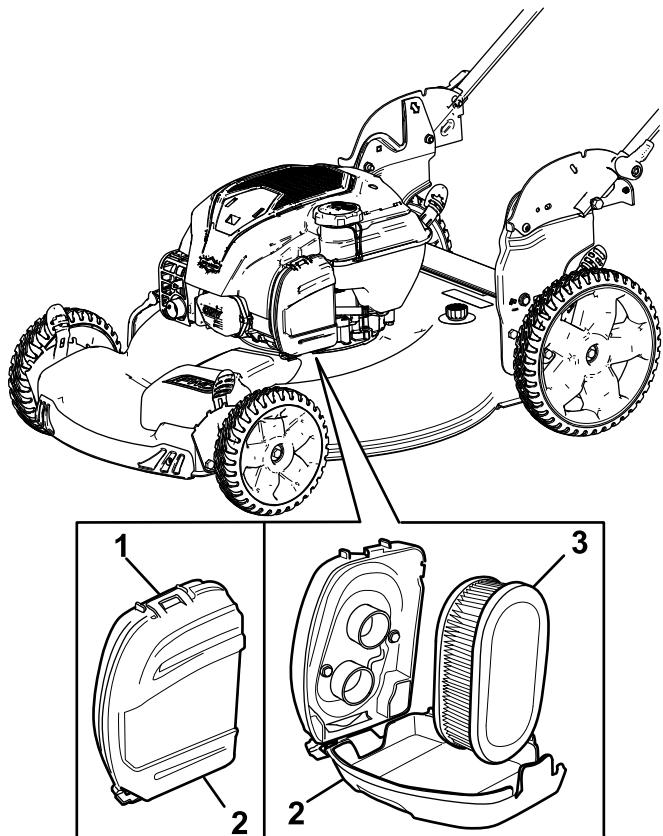

Рисунок 21
1. Расфиксируйте защелку в верхней части крышки воздушного фильтра (Рисунок 21).
2. Извлеките воздушный фильтр (Рисунок 21).